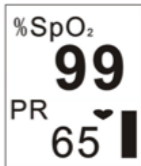
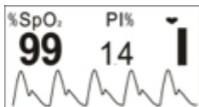
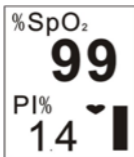

Figure 5
Figure 6
Figure 7
- Appuyez deux fois sur la touche Affichage, l'écran d'affichage sera modifié comme indiqué à la figure 5.
- Appuyez trois fois sur la touche Affichage, l'écran d'affichage (comme illustré à la figure 5) pivote de 180°.
- Appuyez sur la touche écran de manière circulaire, l'écran d'affichage bascule entre les deux écrans (voir figure 4 et figure 5) et les quatre directions sont affichées en alternance.
6. Appuyez longuement sur la touche d'affichage (environ 2 secondes), l'écran s'affiche comme illustré à la figure 6. Les différences entre les figures 6 et 4 sont les suivantes
- Sur la figure 6, la SpO₂ et l'indice de perfusion sont surveillés et affichés à l'écran
7. Lorsque l'écran apparaît tel qu'illustré à la figure 6, appuyez sur le bouton Affichage de manière circulaire, l'écran d'affichage bascule entre les deux écrans (comme illustré aux figures 6 et 7) et les quatre directions sont affichées en alternance.
8. L'écran d'affichage (comme illustré à la figure 6 ou à la figure 7) réapparaîtra à l'écran, comme illustré à la figure 4 ou à la figure 5 si l'opération n'est pas effectuée dans les 10 secondes.